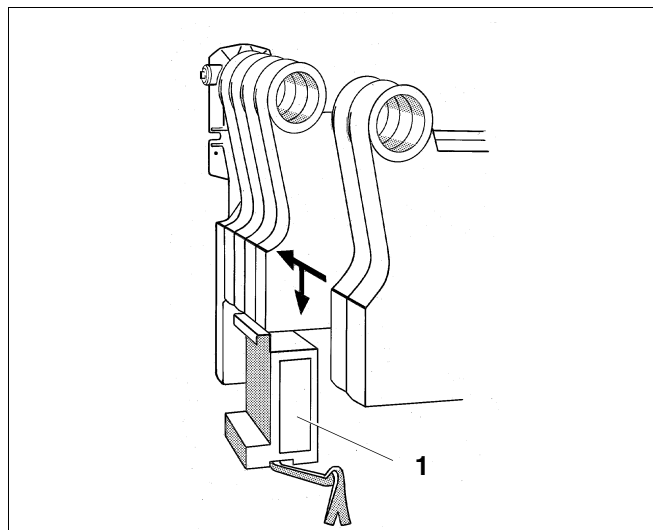
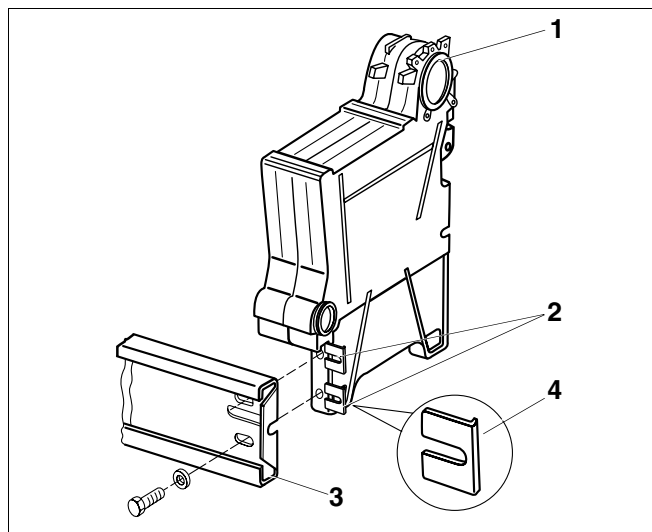

Fig. 5 Support de montage
Fig. 6 Mise en place de la paire d'éléments d'extrémité
Pour faciliter le montage, il est possible d'utiliser un support de montage (fig. 5). Le support de montage (fig. 5, **pos. 1**) permet de soutenir le bloc de la chaudière et des paires d'éléments libres pendant l'assemblage (livraison - éléments séparés).
Le support de montage doit être placé de manière à soutenir les éléments déjà montés sur la moitié de la surface supérieure (fig. 5, **pos. 1**).
La prochaine paire d'éléments (fig. 5) peut alors être posée sur le support de montage et assemblée. Déplacer le support de montage selon les éléments à mettre en place en soulevant légèrement le bloc chaudière.
- Installer la paire d'éléments d'extrémité (fig. 6, **pos. 1**) à la place prévue et consolider à l'aide du support de montage pour éviter les accidents (selon la fig. 5).
- Basculer légèrement la paire d'éléments d'extrémité (fig. 6, **pos. 1**) et glisser le rail en U (fig. 6, **pos. 3**) à l'emplacement prévu.
- Placer les deux patins de pied des éléments (fig. 6, **pos. 2**) à la position prévue.
- Fixer le rail en U (fig. 6, **pos. 3**) sur l'élément d'extrémité à l'aide d'écrous et de deux vis à tête hexagonale M8 x 30.
Légende pour fig.6